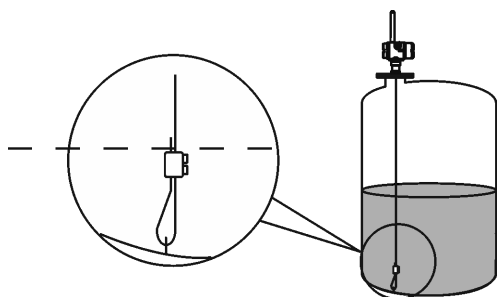

Рис. 10.
- Следует избегать контакта зонда с мешалками. Зонд необходимо крепить ко дну резервуара при его установке в областях сильного течения жидкости, а так же, если зонд во время работы может находиться на расстоянии менее 30 см до стенок или внутренних конструкций в резервуаре (рис. 10).